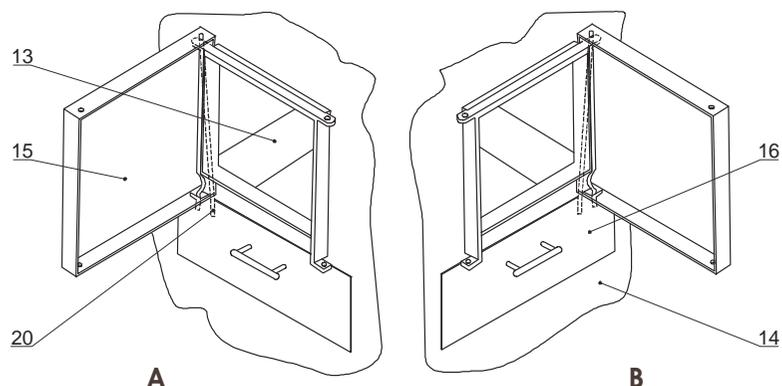
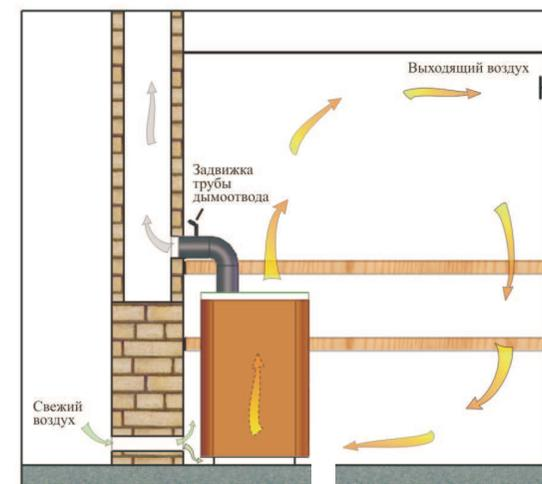
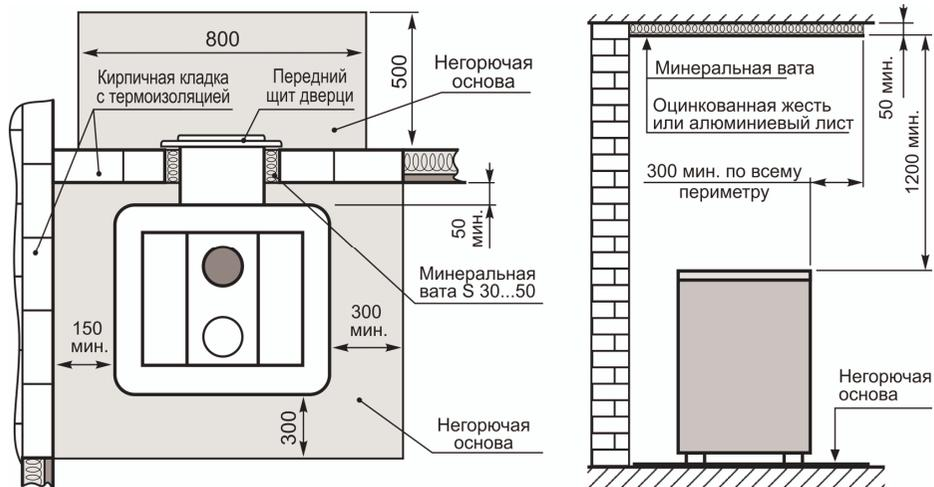

Рис.2
Рис. 4
Рис.5
- снять дверцы (15), вытащив ось завесов (20) дверец, как показано на рис. 2
- вытащить зольник (16)
- снять передний щит (14), открутив четыре болта крепления
- через отверстие в стене (21) просунуть канал загрузки топлива (13)
- промежуток между каналом загрузки топлива (13) и краями отверстия стены герметизировать негорючим термоизоляционным материалом (см. рис. 5)
- прикрутить передний щит (14) к фланцу канала подачи топлива (13)
- вставить дверцы (15) обратно в передний щит (14), крепя их просовыванием сверху оси завесов (20)
- вставить зольник (16)
- на возгораемый пол перед топкой печи уложить металлический лист размерами 500x850 мм (см. рис. 4 и рис. 5);
- минимальные расстояния между печью и стенами бани, а также потолком, показаны на рис. 5;
- деревянный потолок над печью должен быть изолирован минеральной ватой толщиной не менее 50 мм и покрыт оцинкованной жстью или алюминиевым листом (см. рис.5).